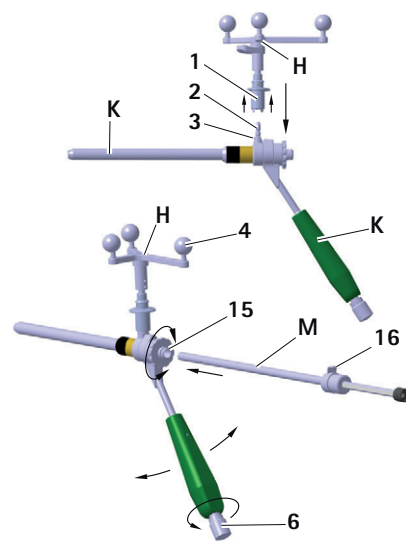

Fig. 13 Montaggio dell'unità a stella Aesculap sulla bussola guida S⁴C; inserimento del calibro di foratura S⁴C
- Per verificare che la videocamera abbia il campo libero sulle sfere di marker riflettenti, allentare il pomello **6** sull'impugnatura S⁴C della bussola guida S⁴C K e ruotare l'unità a stella Aesculap H nella posizione desiderata, vedere Fig. 13
- Spingere la bussola di foratura interna **M** sulla bussola interna **15**. La bussola guida interna si inserisce sulla bussola interna e può ancora essere ruotata, vedere Fig. 13